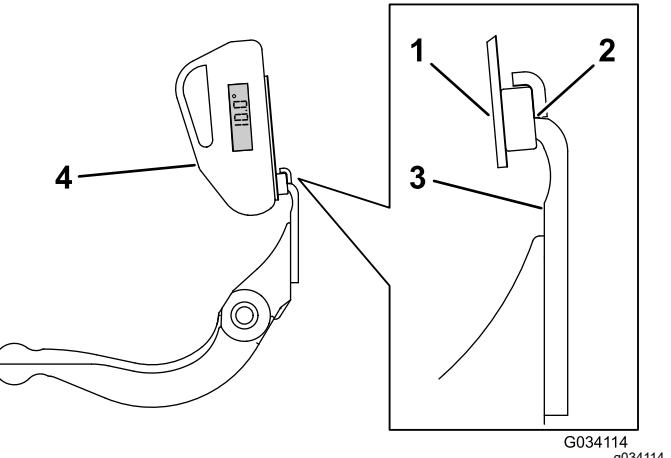

图 24
4. 如 图 24所示将角度指示器放置到底座上。
3. 将角度指示器底座放在底刀边缘上以使磁体边缘与底刀边缘紧密配合 图 24。